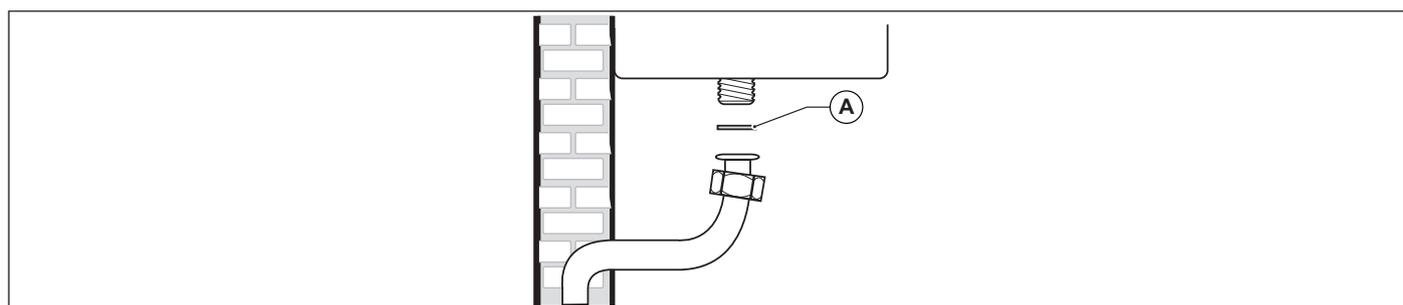

Fig. 8 Allacciamento alla rete del gas
**E' OBBLIGATORIO, per collegare l'attacco gas della caldaia alla tubazione di alimentazione, interporre una guarnizione (A) a battuta di misure e materiali adeguati (vedi Fig. 8 Allacciamento alla rete del gas).**